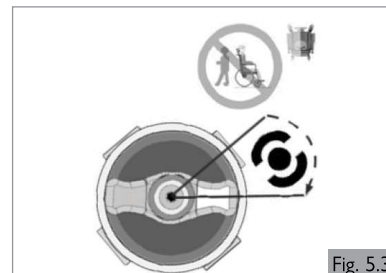

Fig. 5.3
2. Para desengranar los motores (Fig. 5.3 y Fig.5.4). Posición de 'Empuje': Mientras la silla está apagada, coloque la llave de manera que la palanca de la rueda de conducción quede apuntando horizontalmente.